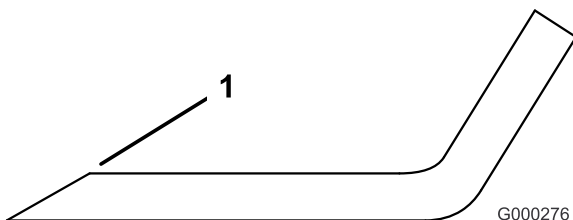

図 90
3. すべてのブレードの刃先を点検し、刃先が丸くなっていたり打ち傷がある場合には研磨する **図 90**。
注 研磨は刃先の上面だけに行い、刃の元々の角度を変えないように十分注意する **図 90**。ブレードの左右を均等に削れば、バランスを狂わすことなく研磨を行うことができる。